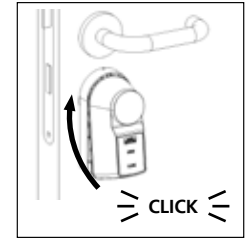

Abb. 7
- ⑤ Setzen Sie die Motoreinheit durch eine leichte vertikale Kippneigung in die Rückenschale ein. Haken Sie hierzu zunächst an der oberen Kante der Rückenschale ein und schieben unten durch leichtes Drücken in Richtung Tür nach. Mit einem hörbaren „Klick“-Geräusch rastet die Motoreinheit ein (Abb. 7)